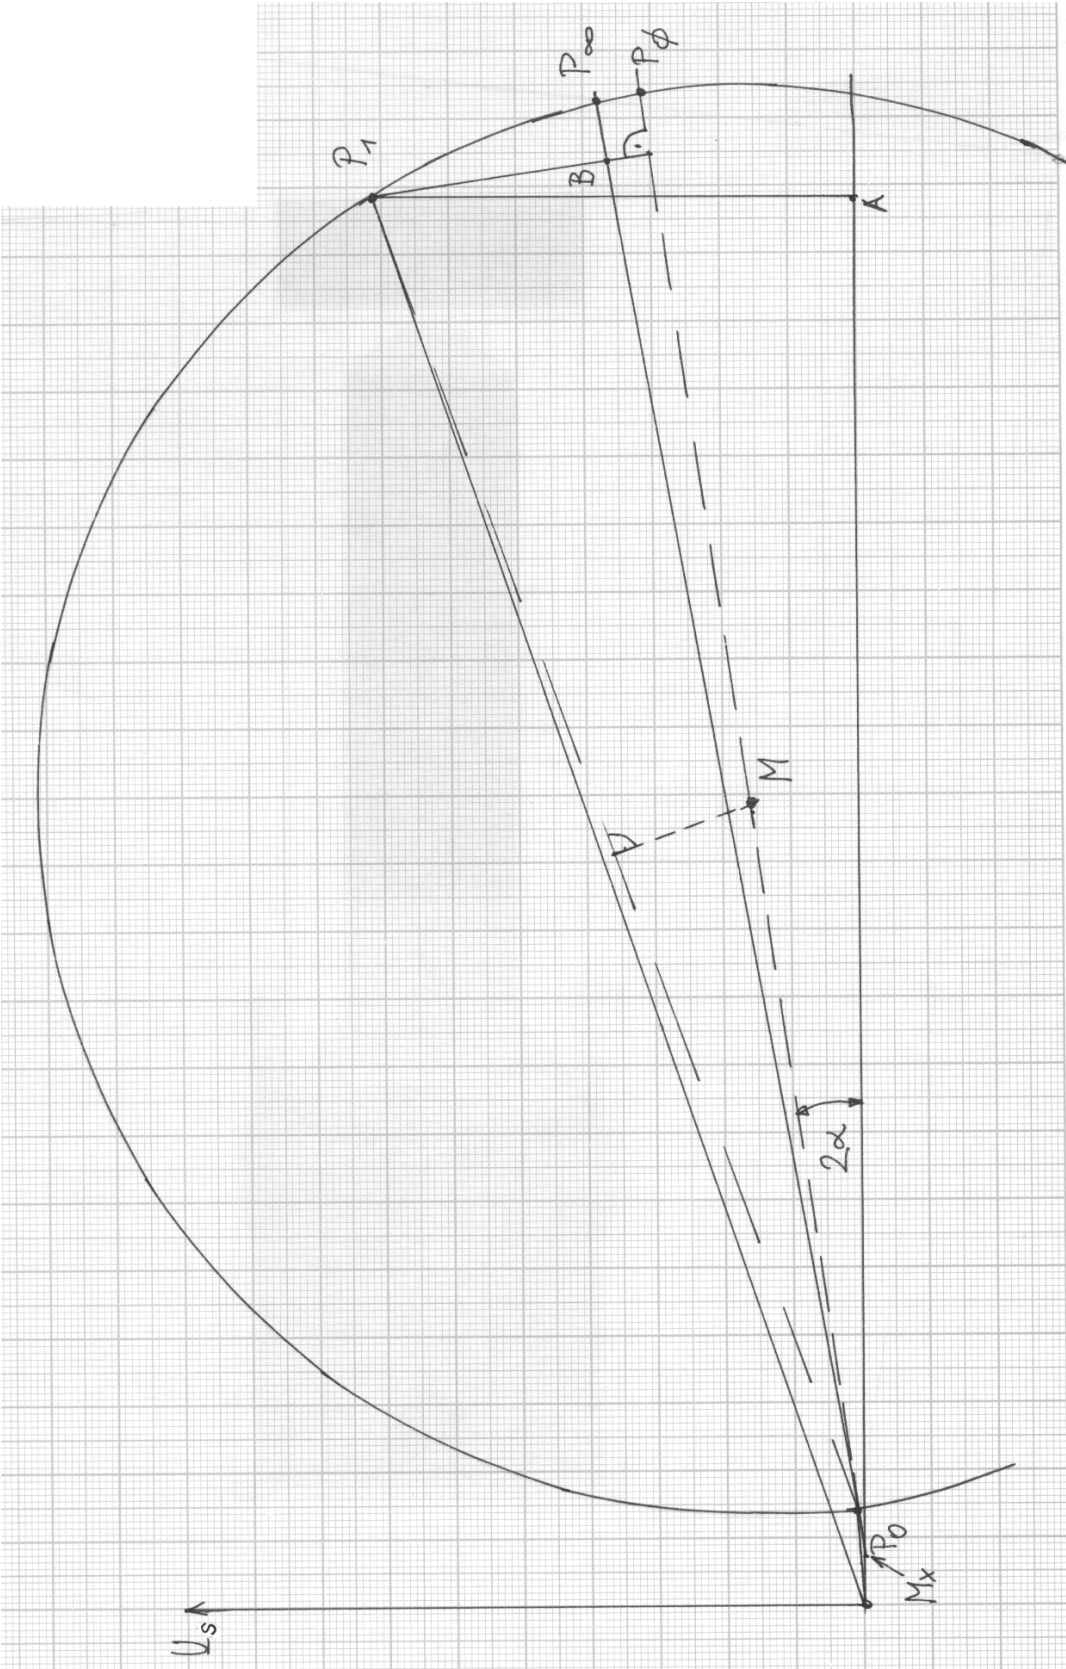

Bild 2.6-3: Konstruktion des OSSANNA-Kreises
Vom Leerlaufspannungszeiger (Länge 1,4cm, Phasenwinkel $85,9^\circ$) den Punkt P_0 des Kreisdiagramms einzeichnen Bild 2.6-3). Vom Stillstandsstromzeiger (Rotor festgebremst) (Länge 22cm, Phasenwinkel $71,2^\circ$) den Punkt P_1 bestimmen. Ein dritter Punkt P_3 wird durch den Strom 196A (19,6cm) bei 55° bestimmt. Von diesen drei Punkten kann der Kreismittelpunkt folgendermaßen abgeleitet werden:
- Der Schnittpunkt dieser beiden Normalen ergibt den Kreismittelpunkt M . (Bild 2.6-3)